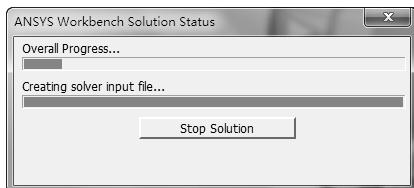

图 12-77 求解进度条
1) 单击工具栏上的【Solve】按钮  Solve ▾，启动求解，系统弹出进度条，表示正在求解。求解完成后进度条自动消失，如图 12-77 所示。